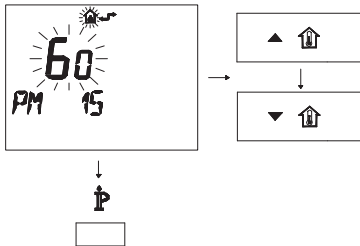

Figura 5.43
- Modificare il SET programmato agendo sui pulsanti ▲⏮ o ▼⏮ fino a visualizzare un **set di 60**, aspettare che il numero programmato cominci a lampeggiare (Figura 5.43)